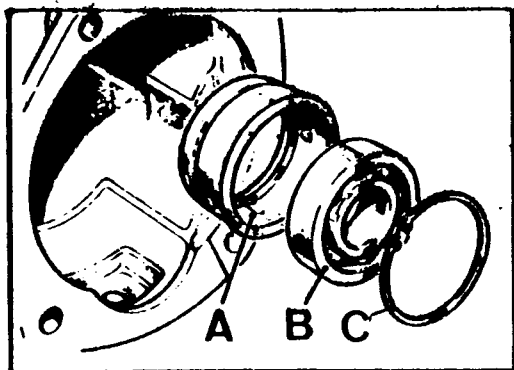

Fig. C-108 Alojamiento del cojinete
1.2. Extraer por la parte delantera del cárter, el acoplamiento, A (Fig. C-108) - del cojinete. Retirar el arillo elástico, C y el cojinete, B.
- 3.1. Montar el cojinete, B, (Fig. C-108) en el alojamiento, A, y fijarlo con el - arillo elástico.